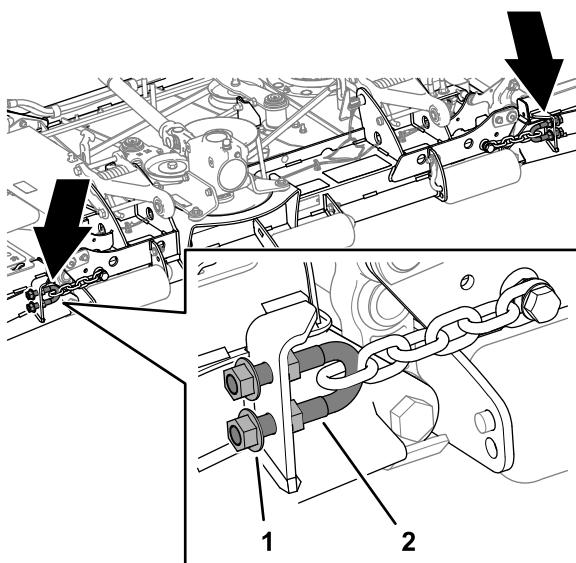

Figura 30
3. En la parte delantera de la carcasa, afloje del todo las tuercas con arandela prensada dentada que sujetan las 4 abrazaderas (Figura 30).